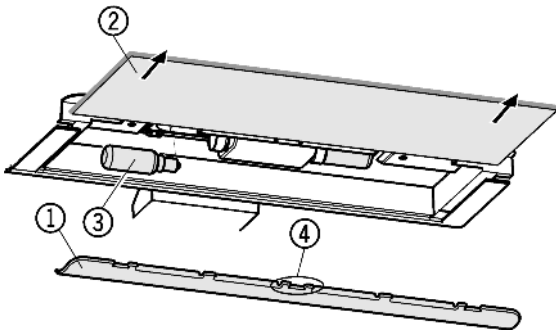

Fig. 23
- ▶ Снятие накладки Fig. 23 (1): сзади возьмитесь пальцем за накладку и снимите её с фиксатора.
- ▶ Извлеките стеклянную полку Fig. 23 (2).
- ▶ Лампу накаливания Fig. 23 (3) заменить.
- ▶ Установка накладки на место: защелкните справа и слева, следя за тем, чтобы средний крюк Fig. 23 (4) захватил стеклянную полку.